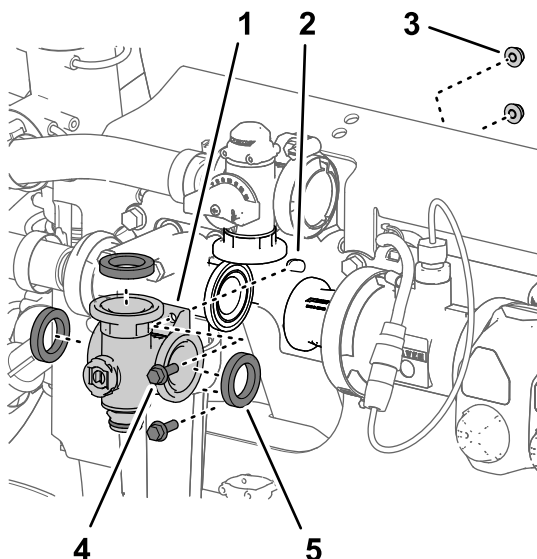
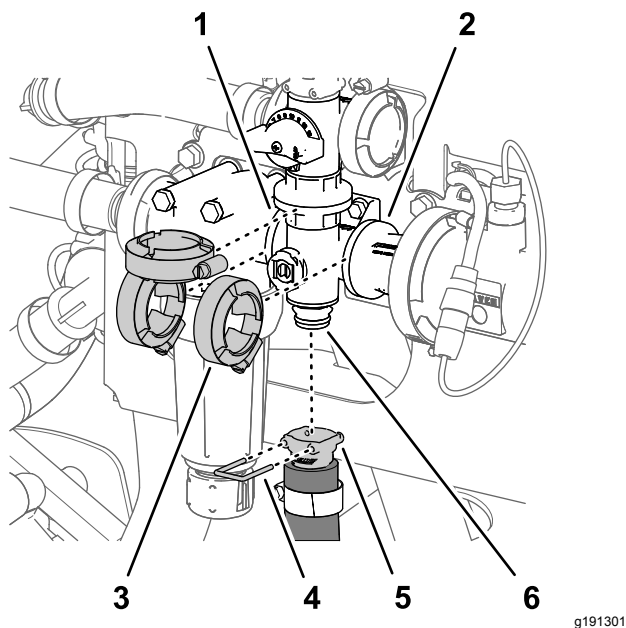

Figure 118
Figure 119
- Alignez la bride du collecteur de la vanne d'agitation et les 3 joints sur les brides de la vanne de dérivation d'agitation, de la tête du filtre sous pression et de l'adaptateur d'accouplement (Figure 119 et Figure 118).
2. Fixez légèrement le collecteur de vanne d'agitation à la vanne de dérivation d'agitation, la tête du filtre sous pression et l'adaptateur d'accouplement (Figure 119) à l'aide des 3 colliers bride que vous avez retirés à la section Dépose de la vanne d'agitation du collecteur (page 84).
5. Serrez les 3 colliers bride à la main (Figure 119).
6. Fixez le raccord rapide du flexible d'agitation au raccord rapide du collecteur de vanne d'agitation à l'aide de l'étrier de fixation (Figure 119).